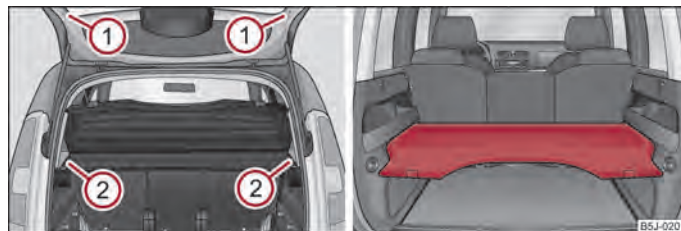

Fig. 47 Smontaggio della cappelliera / cappelliera nella posizione inferiore
- Disimpegnare i nastri di fissaggio ① ⇒ fig. 47.
- Estrarre la cappelliera dai supporti ② e tirarla indietro o mediante leggeri colpi sul lato inferiore della cappelliera nella zona tra i supporti.
- In fase di rimontaggio spingere dapprima la cappelliera nella sede ② e agganciare i nastri di ritegno ① sul portellone del bagagliaio.
La cappelliera può essere applicata anche nella posizione inferiore sugli elementi di sostegno ⇒ fig. 47 lato destro.